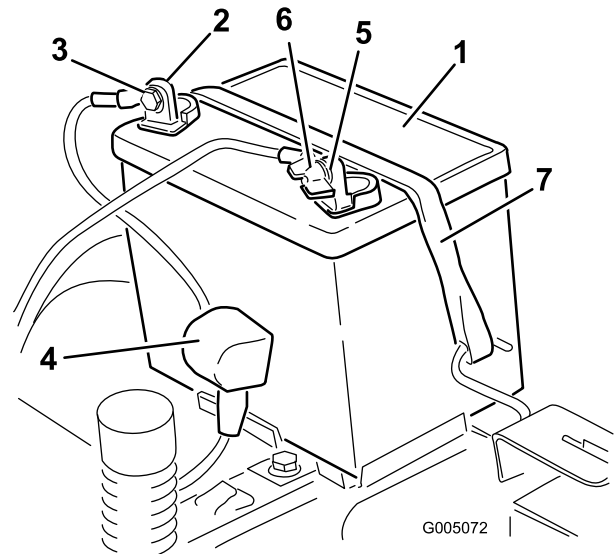

Figura 39
4. Desconecte el cable negativo de tierra (negro) del borne de la batería (Figura 39). Guarde todos los herrajes.
5. Deslice hacia arriba la cubierta de goma del cable positivo (rojo). Desconecte el cable positivo (rojo) del borne de la batería (Figura 39). Guarde todos los herrajes.
6. Retire la correa de sujeción de la batería (Figura 39) y levante la batería para retirarla de su bandeja.
1. Coloque la batería en la bandeja, con los bornes hacia el puesto del operador (Figura 39).
5. Fije la batería con la correa de sujeción (Figura 39).